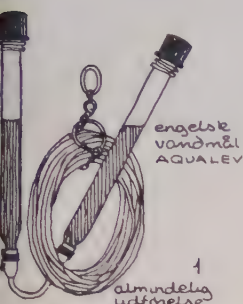
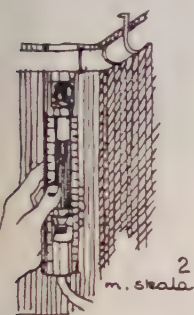
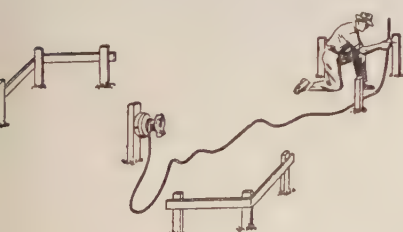

Fig. 1. Det engelska vattenmättet »Aqualev»
Fig. 2. Det engelska vattenmättet »Hydrolevel»
Fig. 3. Det amerikanska vattenmättet »Leveasy»
Vinjetten: Fig. 1. Vattentorn för Eskilstuna. Volym 4 300 m³. Rektangulär planform, oisolerat. Tornet är målat med cementfärg
T. v: Fig. 3. Vattentorn för Uppsala, modellfoto. Volym 10 000 m³. Oisolerad, förspänd betong
Exempel på vattentorn utan isoleringsvägg finnes som tidigare nämnts i Eskilstuna, (fig. 1) och i Stockholm, (fig. 4). I Örebro är ett oisolerat torn f. n. under byggnad, (fig. 2). Örebrotornet har givits en trattliknande utformning så att betongen blir tryckt (även i ringled) i den nedre, djupare delen av tratten. Förspänning sker därför endast i trattens övre del. Ett torn, eller kanske hellre en högreservoar med i princip samma utformning som Örebrotornet, planeras för Uppsala stad, där man dock låtit tratten vila direkt på marken, (fig. 3).
»Aqualev», England. (Fig. 1.): De använda glasrören är här försedda med krucklock. Dessa lösgöres, när apparaten skall användas, och förhindrar att vattnet rinner bort. Vid avvägning av tak, vindar och andra plana ytor, sätter man på rören en skala, som skall stöda mot den yta, man vill undersöka, och nivåskillnaden kan då avläsas genom jämförelse mellan de båda skalorna.
»Hydrolevel», England. (Fig. 2.): Slang och vätskebehållare med ytmärke är här sammanbyggda på ett sådant sätt, att vattenmättet kan användas av endast en man. Behållaren, som är försedd med en rulle, från vilken slangen drages ut, kan fastsättas med ett särskilt beslag vid utgångsmättet, som kan vidarebeordras med slangens fria ända utan risk för, att vätskan rinner över behållaren.
»Leveasy», USA. (Fig. 3.): består av en ca 15 m lång 6 mm plastslang, som utgår från en cylindrisk aluminiumbehållare med ca 16 cm diameter och 10 cm höjd. Behållaren rymmer både slangen,